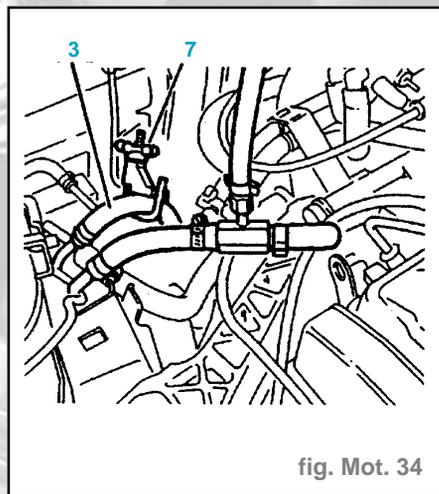

fig. Mot. 34
- Pincer le tuyau de retour à l'aide de l'outil (fig. Mot. 34).